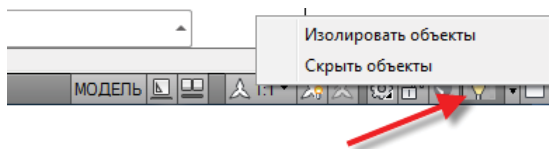

Рис. 2.4. Изоляция объектов (способ 2)
- строка состояния → **Изолировать объекты** (рис. 2.4).
- строка состояния → **Скрыть объекты** (рис. 2.4).